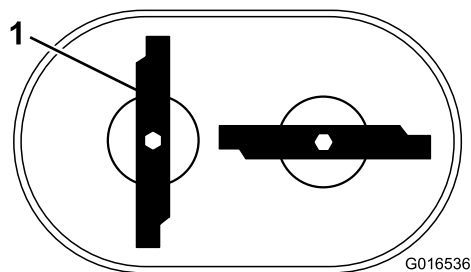

Figure 38
**Remarque:** Les lames devraient être perpendiculaires et former un « T » renversé, comme montré à la Figure 38.